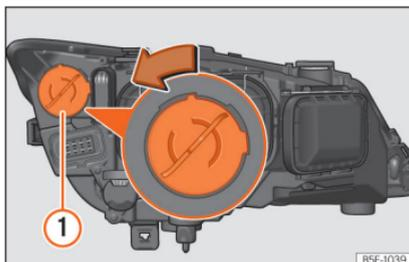

Abb. 108 Tagfahrleuchte.
- Drehen Sie den Lampenträger » **Abb. 108 ①** nach links und ziehen Sie.